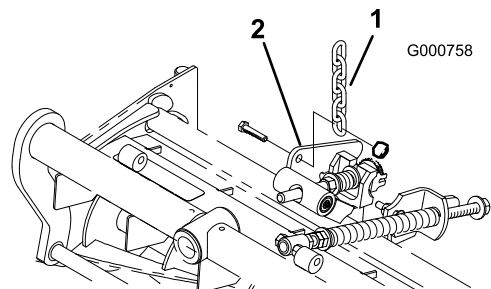

Bild 17
12. Nehmen Sie die Mutter ab, mit der die Befestigungshalterung der Rasenflächenausgleichsfeder am Stabilisierungsrohr der Schneideinheit befestigt ist (**Bild 17**). Montieren Sie die Neigekette auf der Kopfschraube und sichern Sie sie mit der vorher entfernten Mutter.